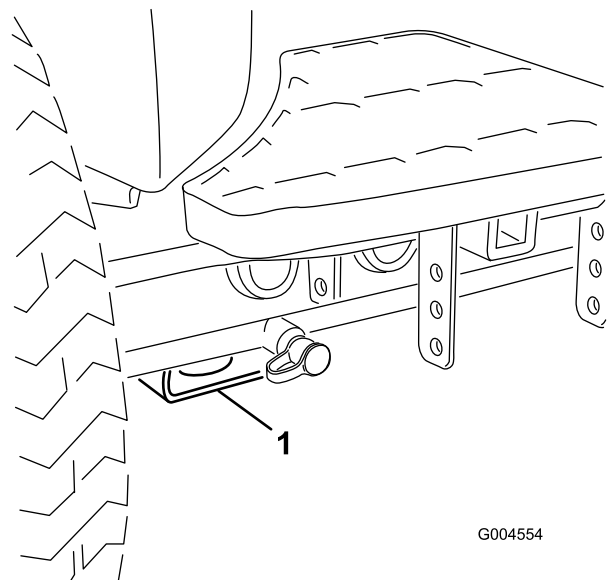

図 56
- 前各前輪の内側、アクスルチューブの下にある四角いパッド (図 56)